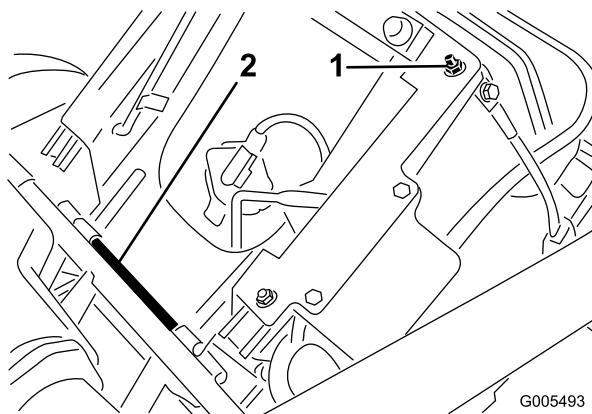

Figura 5
1. Retire la contratuerca (Figura 5) y el soporte del asiento (utilizado para el transporte) sujetos al tornillo de ajuste trasero derecho del asiento, y deséchelos. Soporte no ilustrado.
2. Retire el pasador y la varilla de pivot del asiento que fijan el asiento (posición de transporte). Retire el asiento (Figura 5). Deseche el pasador.